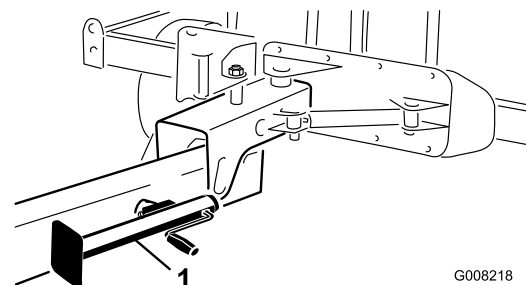

Figura 24
8. Abbassate il cavalletto a terra per stabilizzare la macchina (Figura 24).